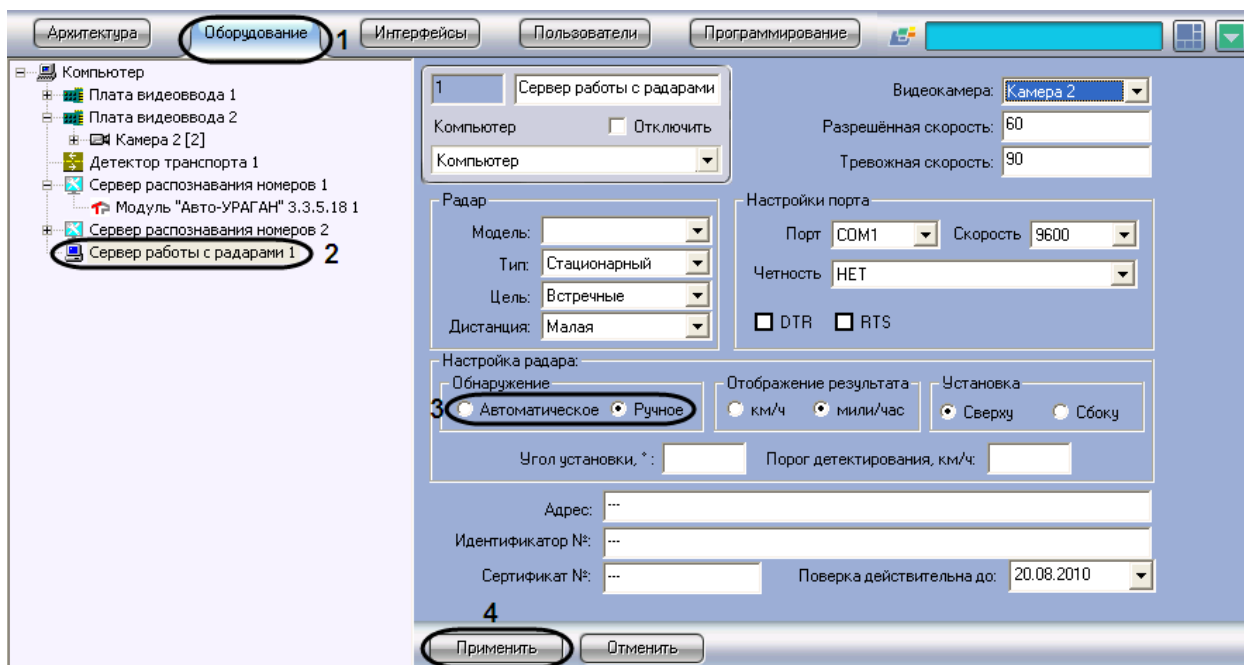

Рис. 7.3—9. Настройка параметров сброса данных на устройстве «Радар»
1. В диалоговом окне «Настройка системы» перейти на вкладку «Оборудование» (см. Рис. 7.3—9, 1).
2. В дереве объектов на вкладке «Оборудование» выбрать объект «Сервер работы с радаром», соответствующий настраиваемому программному модулю «Радар» (см. Рис. 7.3—9, 2). В правой части вкладки «Оборудование» отобразится панель настройки выбранного объекта.
3. В панели «Обнаружение» установить переключатель в положение «Автоматическое» в том случае, если сброс данных после определения скорости движения транспортного средства на устройстве «Радар» происходит автоматически (см. Рис. 7.3—9, 3).